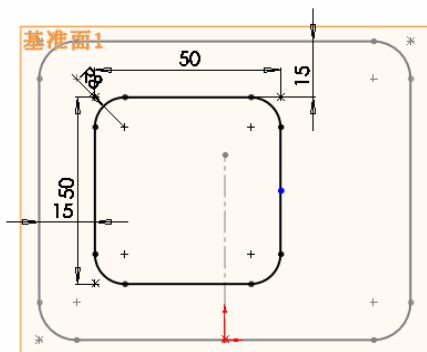

图 9-126 绘制矩形草图
⑦ 绘制第二个草图。选择“基准面 1”作为绘图基准面，然后单击“草图”工具栏中的“矩形”图标，绘制矩形，标注智能尺寸如图 9-126 所示，然后进行圆角处理，圆角半径值为：8。